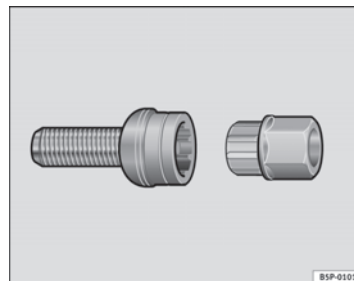

Fig. 182 Boulons de roue antivol
- Introduisez l'adaptateur au maximum dans le boulon antivol de la roue → fig. 182.